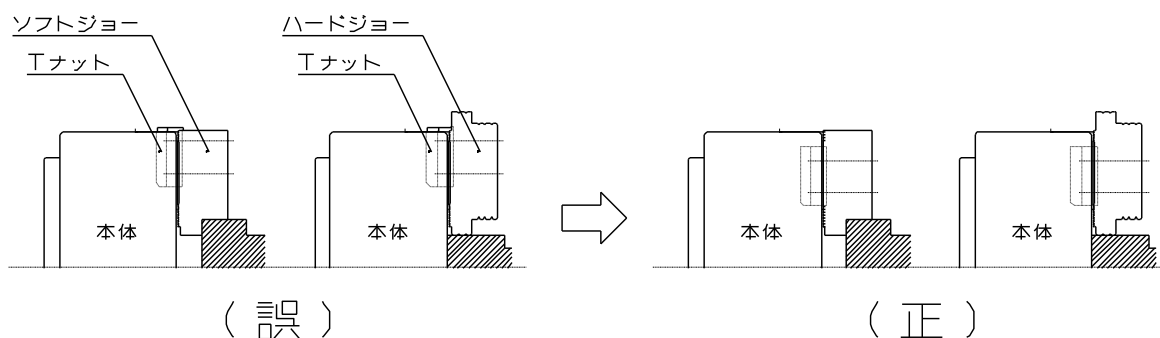

図 9
- T ナットはマスタジョーより飛び出さない状態で使用すること。(図 9 参照)